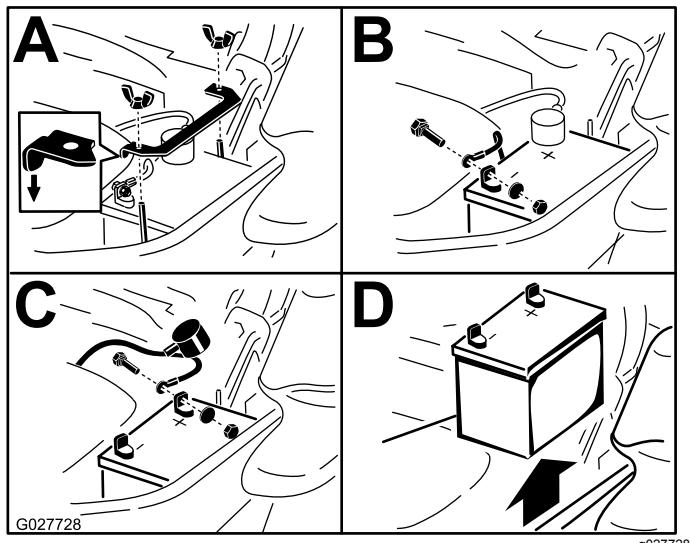

Figura 63
3. Remova a bateria como se mostra na Figura 63.